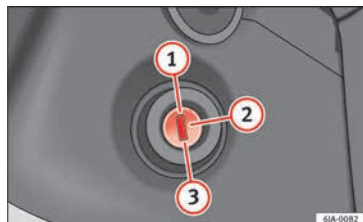

Fig. 172 Posiciones de la llave de contacto.
- Durante la marcha con el motor parado, la llave de encendido tiene que estar siempre en la posición  » fig. 172 » pág. 165 (encendido conectado). Esta posición se señaliza encendiéndose los testigos de control. De no respetar esta regla, podría producirse inespablemente el bloqueo de la dirección – ¡Peligro de accidente!
• El motor de arranque se puede accionar (posición de la llave en el encendido ③) » fig. 172 » pág. 165) sólo si el motor está parado. Al accionar el motor de arranque con el motor en movimiento, este puede sufrir daños.
- Pise el pedal del embrague a fondo y arranque el motor **③** » **fig. 172** » pág. 165, sin pisar el pedal de gas. Mantenga pulsado el
Pare el motor girando la llave del encendido hasta la posición ① » fig. 172 » pág. 165.